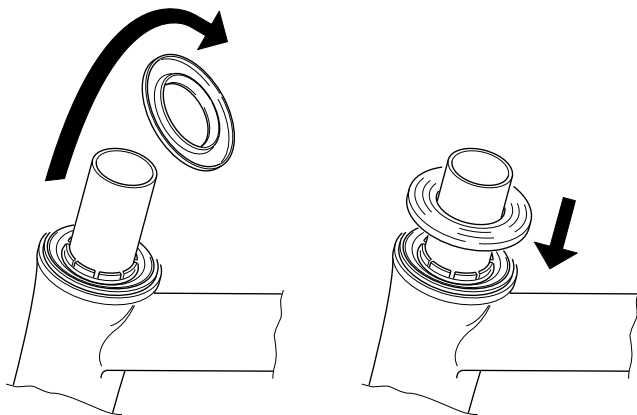

Fig. 8
- GB** • After having installed the upper cone race (K), remove the cone cover, turn it right side up and place it over upper headset cup as illustrated on figure 8.
- D** • Nachdem der obere Konus in die richtige Stellung gebracht wurde, den Konusdeckel abnehmen, ihn umdrehen und wie in Abb. 8 dargestellt in seiner normalen Arbeitsposition montieren.
- F** • Une fois que le cône supérieur est en place, enlever son couvercle et le remonter sur le pivot de la fourche dans sa position de fonctionnement normale, comme le montre la figure 8.
- NL** • Na de bovenste cup gemonteerd te hebben, verwijderd u de kogellager cover, draai hem om en plaats hem over de bovenste balhoofdcup, zoals afgebeeld is in fig. 8.